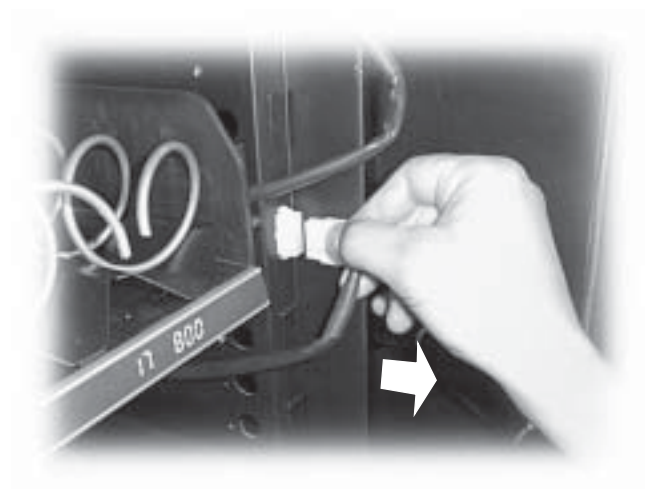

Fig. 56
- extraer el conector que corresponde a la bandeja que hay que cambiar de sitio (Fig. 56);